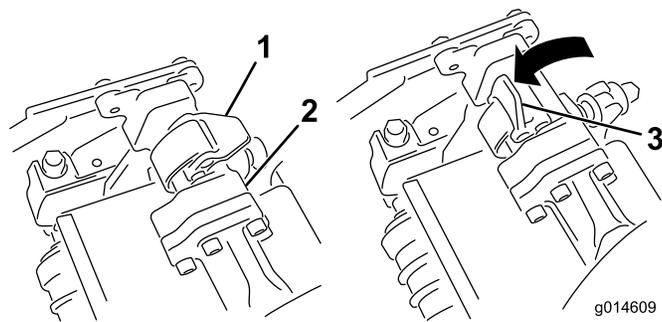
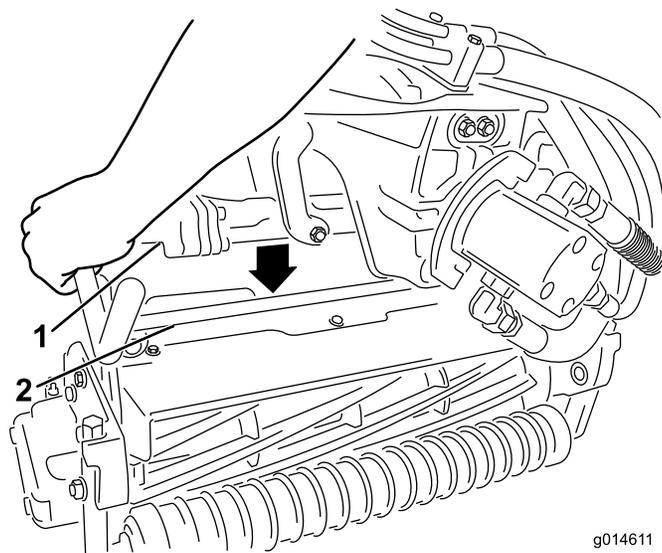

图 12
图 13
- 当悬挂臂杆上的闭锁指向上方（即打开）时（图 12），向下压悬挂臂，使悬挂臂杆与滚刀组上方的支架相契合（图 13）。
- 向下并绕着滚刀组横杆关闭闭锁，将它们锁定到位（图 12）。